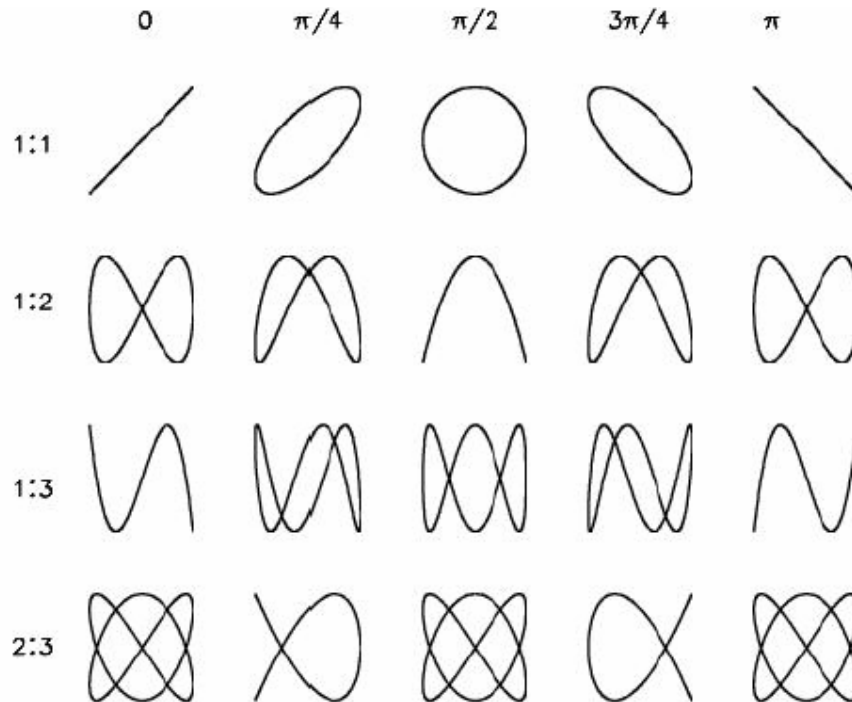

Figura 4. Algunas figuras de Lissajous.
**Figura 4: Punta de prueba.** Es importante usar puntas diseñadas específicamente para trabajar con el osciloscopio. Una sonda no es un cable común con una pinza; es un cable coaxial con un conector (BNC) en un extremo y en el otro el cuerpo de la sonda misma. Todo el conjunto está especialmente diseñado para evitar ruidos que puedan perturbar la medida y para que tengan un efecto mínimo (*efecto de carga*) sobre el circuito de medida.